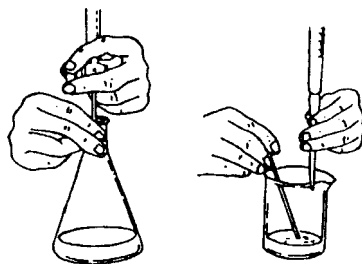

图 1-27 滴定操作
(3)滴定 装好溶液的滴定管竖直地夹在滴定管夹上,在铁台上放一张白纸或一块白瓷板,便于更清楚地观察到滴定过程中的颜色改变。滴定前调节管内液面在 $0.00\sim 1.00\text{mL}$ 范围内的某一刻度。读数时,视线必须与液面在同一水平上,准确读到小数点后两位数字。为便于读数,可在滴定管刻度面的对面衬一张白纸。读数时滴定管尖端应无液滴悬挂,若有则应除去后再读数。滴定操作:在左手拇指、食指和中指旋转活塞或挤压玻璃球,让溶液逐渐滴处被滴液,右手握住锥形瓶颈并不断转动,或用玻璃棒不断搅拌盛于烧杯中的被滴定液(如图 1-27),使滴定